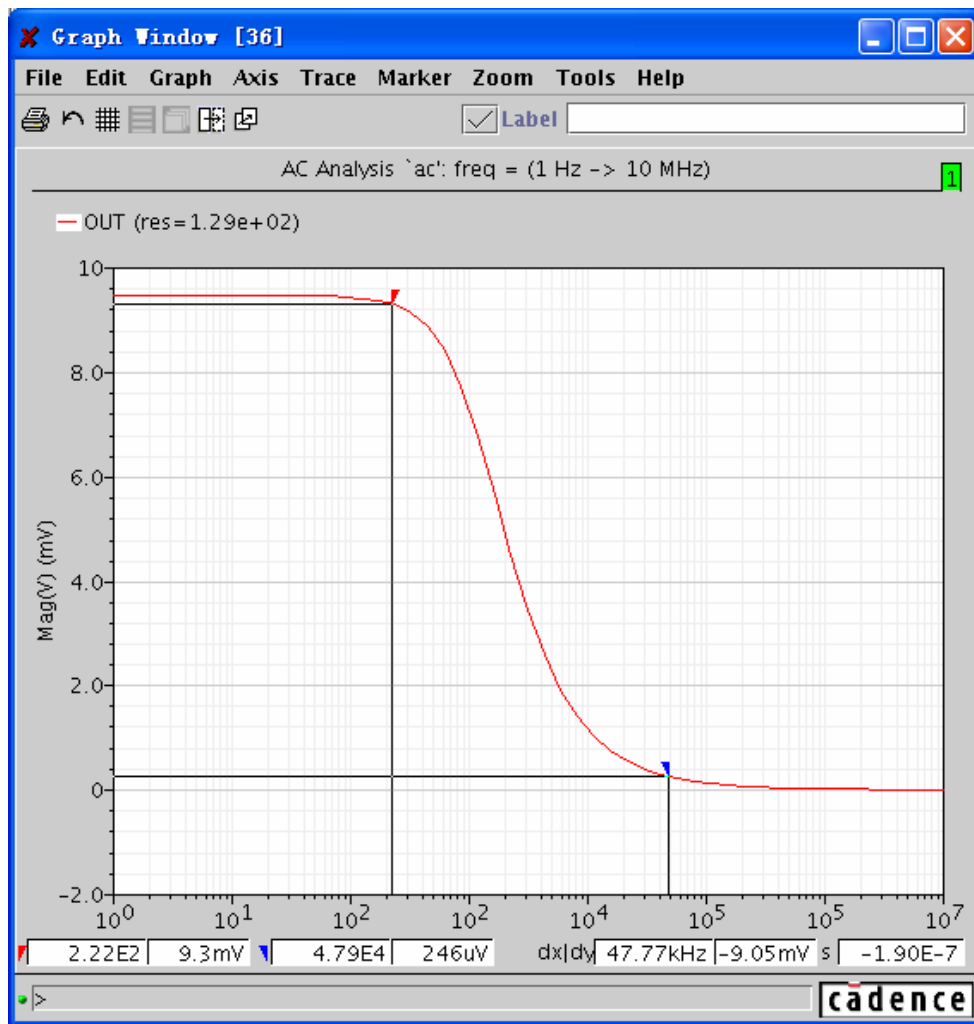

图 12.27 选择 “Trace” → “Delta Cursor” 开启差值光标
差值光标由一个红色和一个蓝色的可以移动的三角形光标构成。同时这两光标各自包含一条从光标出发和 Y 轴相交的水平线，和一条从光标出发和 X 轴相交的垂直线。可以通过点击和拖拽三角形可以使差值光标沿着波形移动。光标对应的 X/Y 坐标显示在图表的左下角，它们的 X/Y 坐标的差值和斜率显示在右下角，如图 12.27 所示
- 选择“Trace”→“Delta Cursor”，开启差值光标，如图 12.27 所示